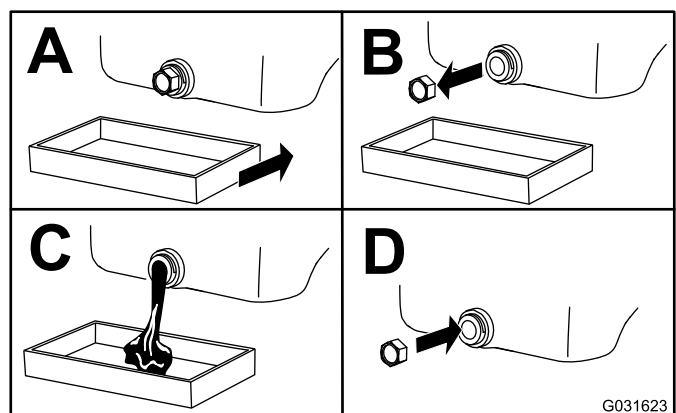

Figura 43
4. Mude o óleo do motor como se mostra na Figura 43.